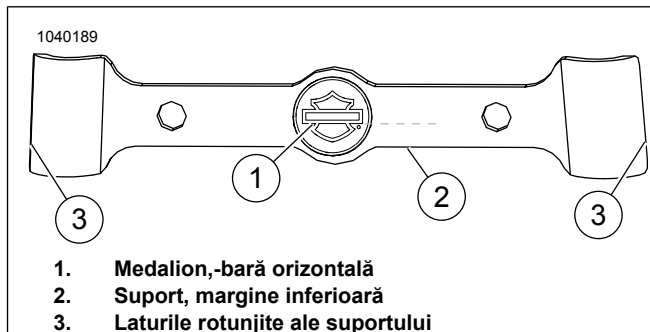

Figura 3. Alinierea medalionului
- *Figura 3 Lateralele suportului (3) nu sunt simetrice. Lățimea în partea de sus este mai îngustă decât lățimea în partea de jos.*
- *Figura 3 Aliniați bara orizontală a medalionului (1) cu marginea inferioară (2) a suportului. Acestea două trebuie să fie paralele.*
3. Figura 3 Îndepărtați suportul adeziv de pe lateralele din stânga și din dreapta suportului (3).